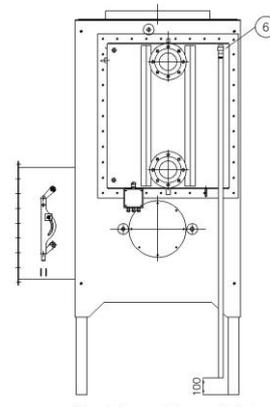

Figure 7
17. Le condenseur est protégé contre la surpression (du côté de l'eau) grâce à une soupape d'évacuation. La sortie de celle-ci doit être prolongée, pour des raisons de sécurité, par un tuyau métallique d'un calibre égal ou supérieur à celui de la soupape, jusqu'à environ 10 cm au dessus du sol de la chaufferie, voir la figure 7.